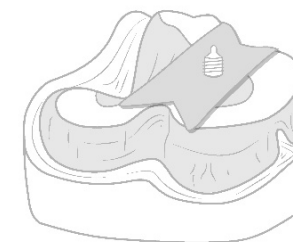

Рис. 2
10. Верхнечелюстную опорную пластинку разогревают и погружают в восковой валик таким образом, чтобы кончик регистрационного штифта, располагающегося в области 15/25 зубов, находился на уровне окклюзионной плоскости. В заключении срезают восковые валики так, чтобы при всех движениях не возникало никаких контактов между верхним и нижним прикусными шаблонами. Наносят насечки для последующей фиксации шаблонов (Рис. 2).